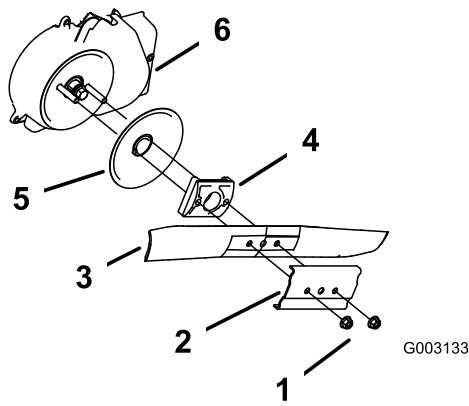

Figure 37
3. Retirez les 2 écrous de la lame et le renfort (Figure 37).
4. Déposez la lame (Figure 37).
5. Déposez le dispositif d'entraînement de la lame et le disque (Figure 37).
6. Déposez la protection du débrayage de frein de lame (Figure 37).
10. Reposez la lame et le renfort déposés précédemment (Figure 37).